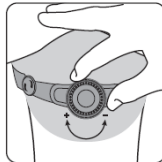

Fig. 3
3. Para un acoplamiento más fino, puede ajustar la inclinación de la circunferencia de la cabeza (fig. 3).